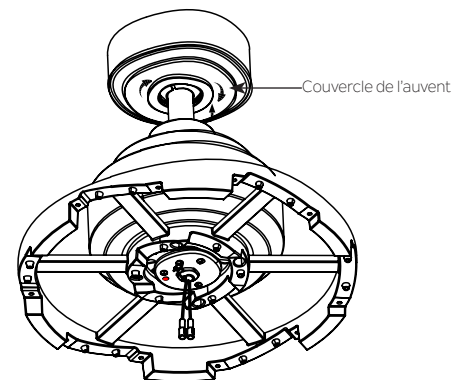

Fig. 17
Étape 3. Fixez et serrez fermement le couvercle du trou de l'auvent sur les vis à épaulement du support de montage en utilisant le dispositif de verrouillage rotatif à fente de clé. (Fig. 17)